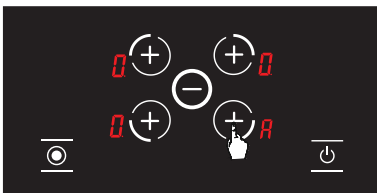

Рисунок 13
3. Затем еще раз нажмите кнопку выбора конфорки для соответствующей конфорки; автоматический нагрев будет активирован, и на экране отобразится **А**. (см. Рисунок 13)